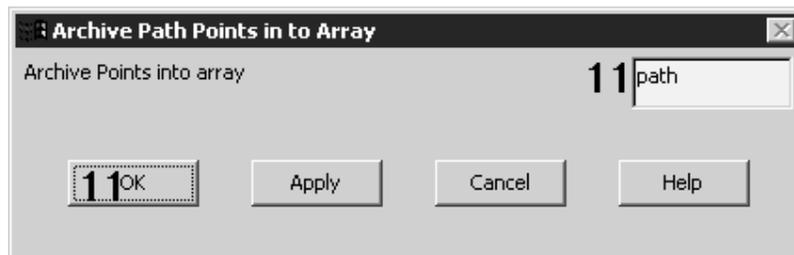

图 12.29 指定路径点的归档参数名
10. 单击对话框中的 POIN-only points 单选按钮，指定仅对路径点进行归档。单击 **OK** 按钮，关闭对话框。将会弹出 Archive Path Points into Array (归档路径点到参数)对话框，如图 12.29 所示。